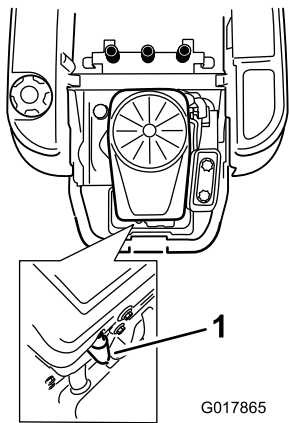

Figure 32
- Débranchez le fil de la bougie (Figure 32).